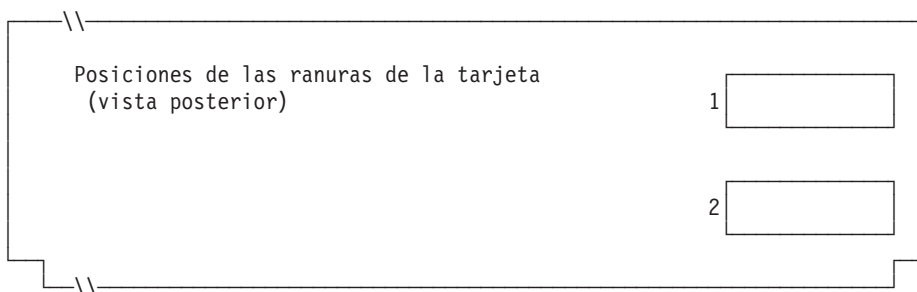

Figura 100. Parte posterior del Terminal de Punto de Venta IBM 4694-2x6
4. En la Figura 100 marque con una X cada ranura de tarjeta que tenga instalado un Adaptador Asíncrono Dual **para que lo utilicen las aplicaciones de terminal**. No ponga ninguna X si la tarjeta va a ser utilizada por aplicaciones distintas a las de terminal.